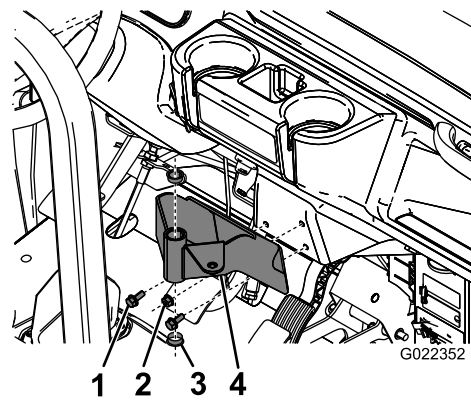

Bild 6
2. Stecken Sie die zwei Kunststoffbüchsen in die Befestigungshalterung (Bild 6).
1. Montieren Sie die Befestigungshalterung mit 3 Schrauben und 3 Bundmuttern am Armaturenbrett des Workman (oder an einer Adapterplatte), siehe Bild 6.